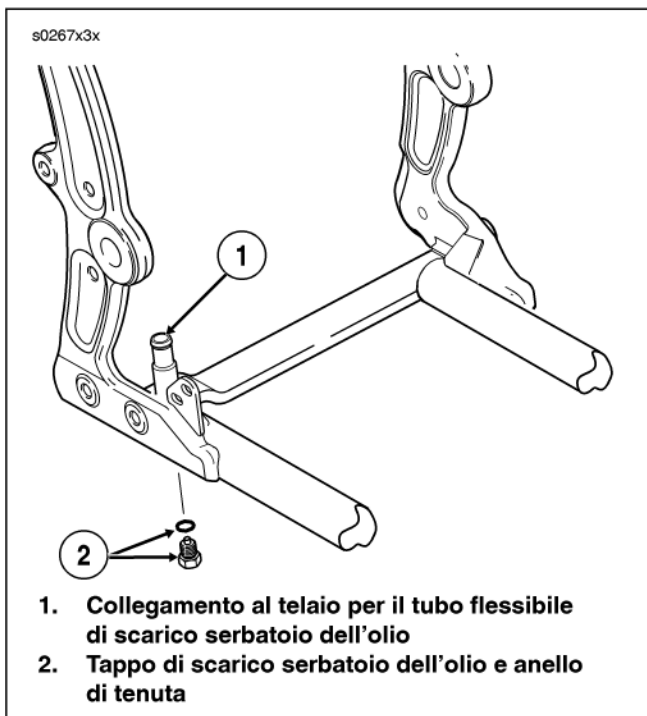

Figura 47. Tappo di scarico serbatoio dell'olio
2. Vedere la Figura 47. Rimuovere il tappo di scarico dell'olio motore con l'anello di tenuta (2). Utilizzare un apposito recipiente per lo scarico dell'olio.